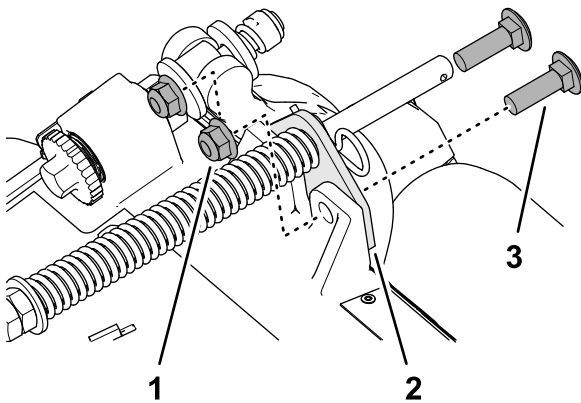

Figure 7
2. Retirez les 2 contre-écrous à embase ($\frac{3}{8}$ po) et 2 boulons de carrosserie ($\frac{3}{8}$ x $1\frac{1}{4}$ po) qui fixent le support du compensateur au cadre de l'unité de coupe (Figure 7).